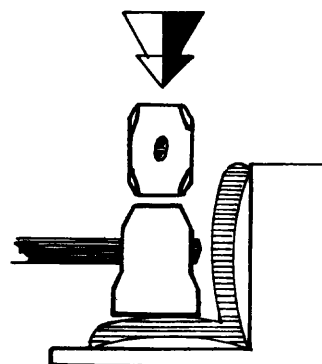

Fig. 3
- ___ c Aplane con maza y plana, golpeando en las partes internas de las alas del perfil, durante el curvado, para evitar deformaciones y torceduras (fig. 3).